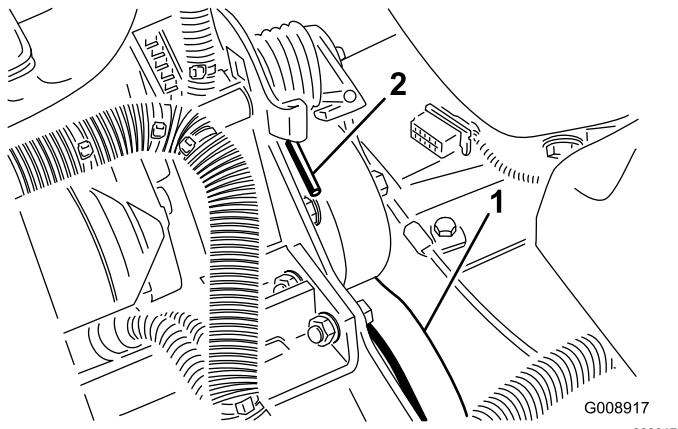

Bild 77
3. Drücken Sie das Ende der Feder (Bild 77) ab- und vorwärts, um die Feder aus dem Bügel auszuheben und die Feder zu entspannen.